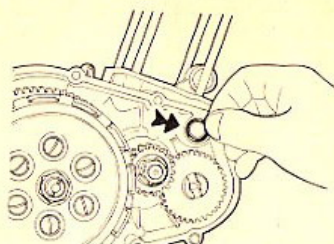

FIG. 48
- 23) Montare i grani di riferimento del coperchio frizione, e l'anello OR nella sede del foro di passaggio del liquido refrigerante sul semicarter (fig. 48).